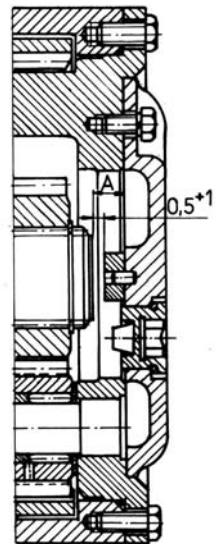

Рис.7. Замер расстояния А
18. Полуось с собранными спиральными 54 и 55 и внутренним стопорным кольцом 46 ввести в рукав. Надеть ведущую шестерню колесного редуктора 45 и застопорить вторым стопорным кольцом 46. Замерить расстояние от торца полуоси до контактной поверхности комплекта крышки держателя сателлитных колес (расстояние А, рис. 7), вычесть 0.5 - 1.0 мм и на такую длину корректировать размер опоры 49 полуоси, гарантирующей требуемый аксиальный зазор полуоси.